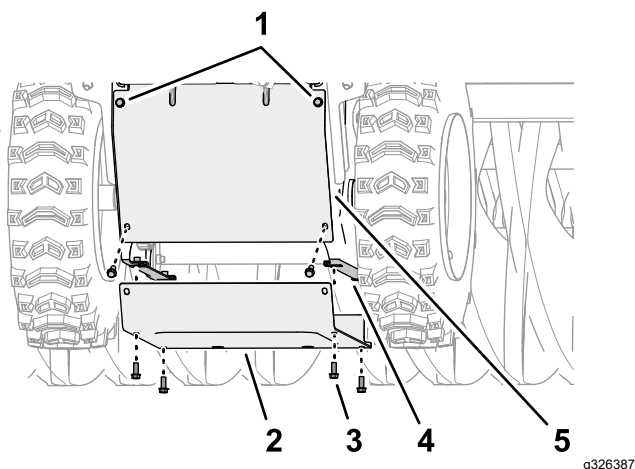

Bild 51
4. Richten Sie an der Unterseite der Maschine die Löcher in der unteren Abdeckung mit den Löchern in den Flanschen der linken und rechten Seitenplatten aus (**Bild 51**).
5. Befestigen Sie die untere Abdeckung mit den sechs Bundkopfschrauben ($\frac{1}{4}$ " x $\frac{5}{8}$ ") an der Maschine (**Bild 51**).
6. Ziehen Sie die beiden oberen Bundkopfschrauben ($\frac{1}{4}$ " x $\frac{5}{8}$ ") an, mit denen die hintere Abdeckung an der Maschine befestigt ist (**Bild 51**).